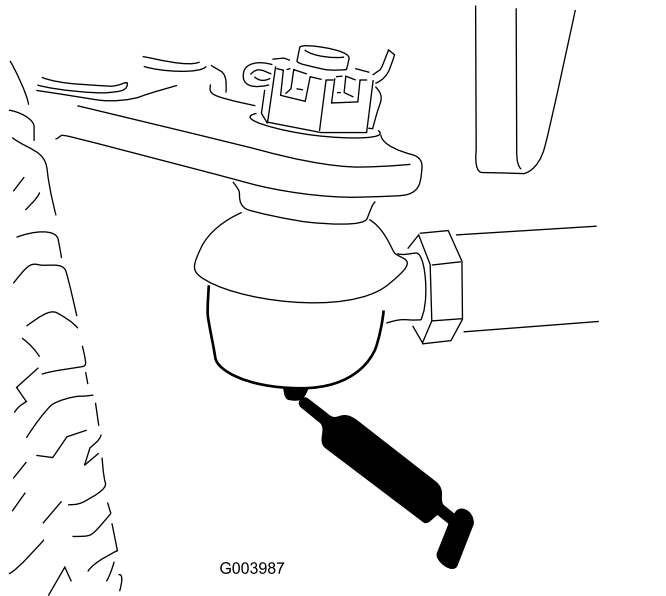

Figura 64
- Tirante del ponte posteriore (2)—Figura 64